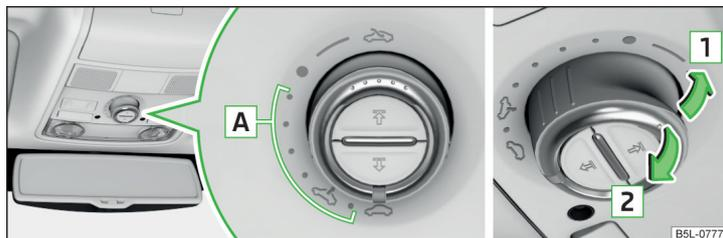

Fig. 40 Manejo del techo corredizo/elevable
Manejo del techo corredizo/elevable » fig. 40
Si se cierra el techo corredizo/elevable tirando en el interruptor de la cavidad en el sentido de la flecha **2** » fig. 40 de la pág. 60 y el proceso de cierre es detenido por un obstáculo, entonces en el tercer intento de cierre se desactiva el funcionamiento de la limitación de fuerza (cuando se reduce el período de 5 segundos entre cada intento de cierre). El techo corredizo/elevable cierra con toda la fuerza. ¡Existe peligro de lesiones!
- › Conectar el encendido y colocar el interruptor en la posición ↶ » fig. 40 de la pág. 60.